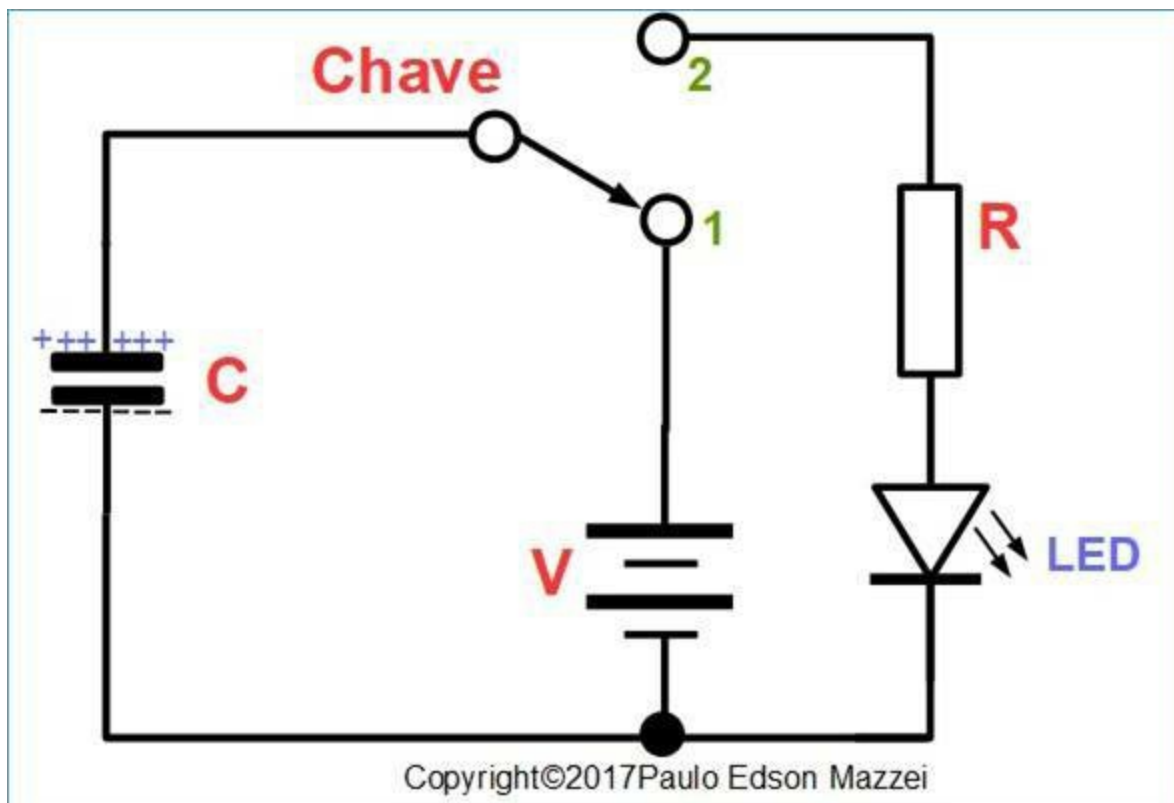

Figura 74 - Processo de carga e descarga em um capacitor.
Vamos analisar o circuito mostrado na **figura 74**.
- e. Inicialmente colocamos a chave na posição **1**, como mostrado no circuito da **figura 74**.